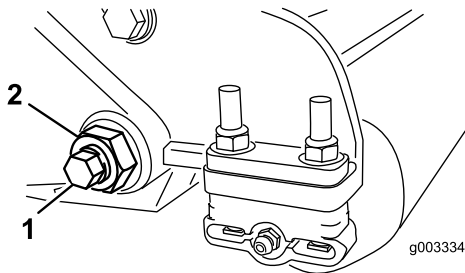

Bild 27
3. Lösen Sie an jeder Seite der Maschine die Sicherungsmutter, mit der die Schraube des Untermesserträgers befestigt ist (Bild 27).
und von der Schneideinheit entfernt werden kann (Bild 27).